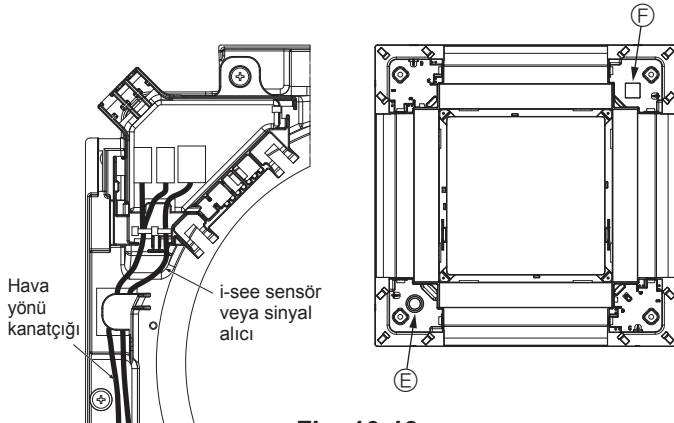

Fig. 10-13
- i-See sensörü ve sinyal alıcısı kablolarını Fig. 10-13'deki gibi yönlendirin.